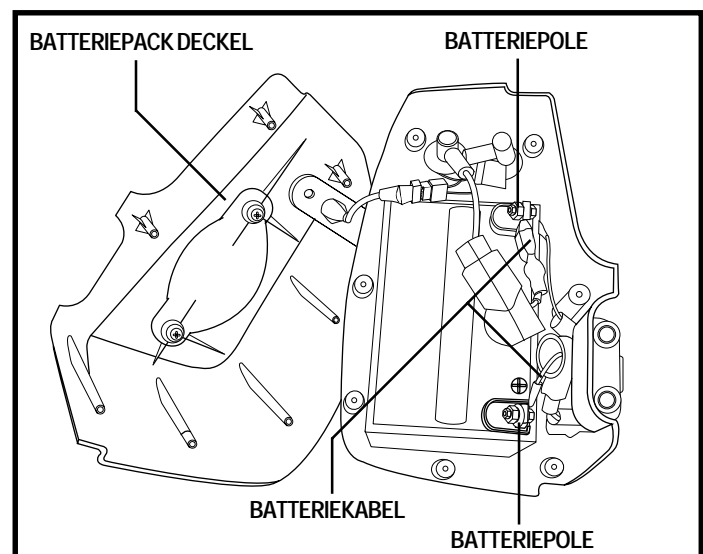

Abb. 9. Austauschen der Batterien
4. Stellen Sie das Pack hin mit dem Griff nach oben, langsam die Abdeckung entfernen und es entsprechend der Abb. 9 platzieren.